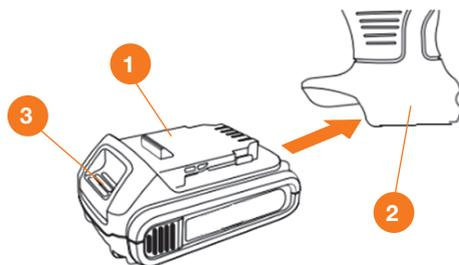

Рис. 11
1. Установите аккумуляторную батарею **1** в разъем рукоятки пилы **2** до щелчка (Рис. 11).